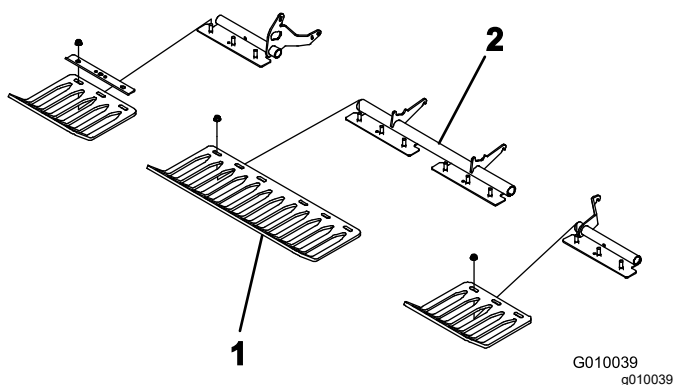

**Figura 22**
3. Monte um suporte de dente em cada braço de dente (Figura 22) com 3 parafusos ( $\frac{1}{2} \times 1\frac{1}{4}$  pol.). Aperte os parafusos com 101,6 N·m.